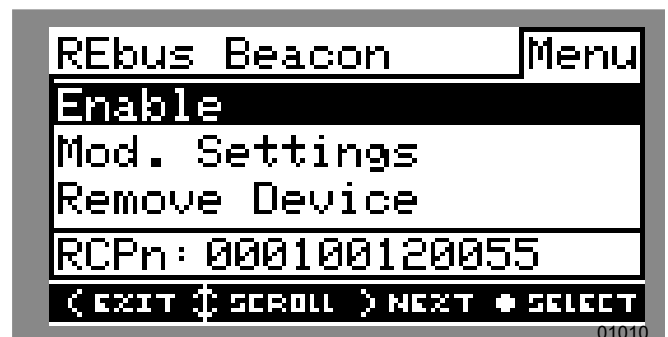

Figure 6-11. Configurer un horaire TOU (2 de 4)
2. Voir Figure 6-11. Utiliser les touches fléchées haut et bas pour mettre Mod. Settings (Modifier les paramètres) en surbrillance et appuyer sur la touche centrale pour accéder au menu des paramètres.